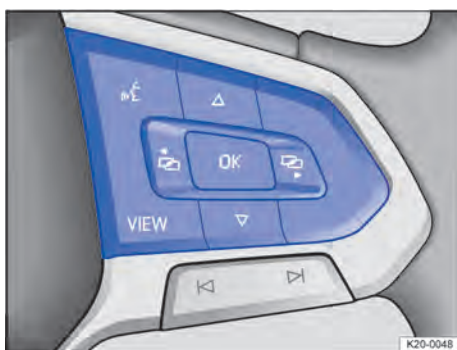

Abb. 10 Rechte Seite des Multifunktionslenkrads: Tasten zum Bedienen der Menüs und Informationsanzeigen im Kombiinstrument.
Fahrzeuge mit Multifunktionslenkrad: Solange eine Warnmeldung der Priorität 1 angezeigt wird, können keine Menüs aufgerufen werden → Seite 19. Einige Warnmeldungen können mit der Taste **(OK)** → Abb. 10 am Multifunktionslenkrad bestätigt und ausgeblendet werden.
Die Hauptanzeige kann durch Drücken der Taste **VIEW** → Abb. 10 gewechselt werden. Die Darstellung im Anzeigebereich kann folgende Ansichten anzeigen:
2. Wenn eine Meldung oder das Fahrzeug-Piktogramm angezeigt wird, Taste **OK** → Abb. 10 drücken, gegebenenfalls mehrmals.
3. Zur Anzeige der Menüs und um durch das Menü zu blättern, Taste  oder  → Abb. 10 drücken.
4. Um das angezeigte Menü oder die Informationsanzeige aufzurufen, Taste **OK** → Abb. 10 drücken oder warten, bis sich das Menü oder die Informationsanzeige nach einigen Sekunden automatisch öffnet.
1. Mit den Tasten  oder  → Abb. 10 am Multifunktionslenkrad den rechten oder linken Nebenanzeigebereich auswählen.
2. Mit den Pfeiltasten  oder  → Abb. 10 die gewünschte Nebenanzeige wählen.
3. Mit der Taste **OK** → Abb. 10 die Auswahl bestätigen.
1. Im angezeigten Menü Pfeiltaste  oder  → Abb. 10 drücken, bis der gewünschte Menüpunkt markiert ist.
2. Um die gewünschten Änderungen vorzunehmen, Taste **OK** → Abb. 10 drücken.
1. Taste oder → Abb. 10 drücken.
- Um zwischen dem aktuellen und dem vorherigen Menü zu wechseln, Taste **VIEW** drücken → Abb. 10.
- Um Nebenanzeigen ein- und auszublenden, Taste **VIEW** → Abb. 10 gedrückt halten.
Ausstattungsabhängig kann das digitale Kombiinstrument eine detaillierte Navigationskarte darstellen. Dafür den Anzeigebereich **Navigation** im digitalen Kombiinstrument durch Drücken der Taste **VIEW** → Abb. 10 am Multifunktionslenkrad wählen.
1. Um hinein- und herauszuzoomen, Pfeiltaste oder → Abb. 10 am Multifunktionslenkrad drücken.